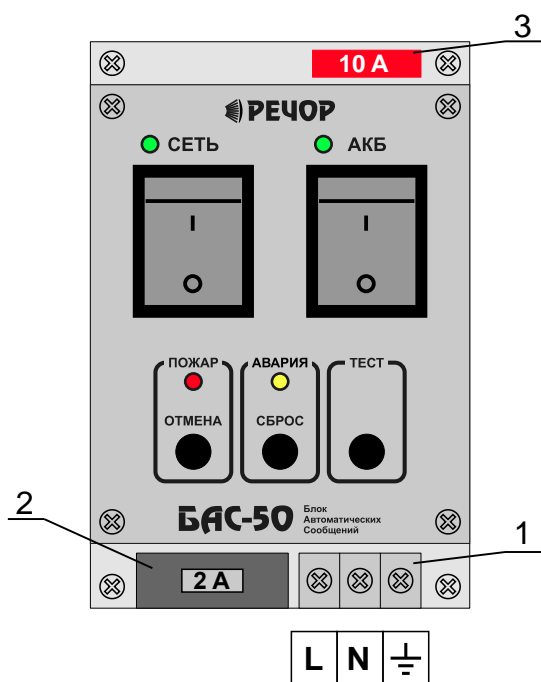

Рис. 1.11. Коммуникации и установочные элементы панели управления.
Подключение сетевого питания 220 В и защитного заземления к *устройству* производится через клеммную колодку панели управления (поз.1 на Рис. 1.11).
Для обеспечения эффективной работы помехоподавляющего фильтра, имеющегося в БП со стороны сетевого входа, желательно иметь соответствие фактического подключения и обозначения на Рис. 1.11 для фазного (L) и нулевого рабочего (N) проводов.